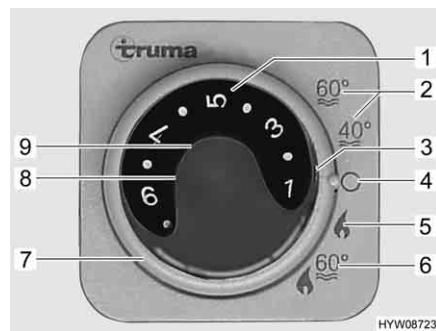

Fig. 140 Centralina di controllo per riscaldamento/boiler
- Impostare la modalità di funzionamento tramite l'interruttore girevole (Fig. 140,7).
Funzionamento invernale A seconda della temperatura ambiente desiderata, il riscaldamento seleziona automaticamente il livello del bruciatore necessario. Al raggiungimento della temperatura ambiente desiderata, il bruciatore si spegne. Durante la modalità di funzionamento "Riscaldamento e boiler" (Fig. 140,6) viene riscaldata anche l'acqua nel boiler. Nella modalità di funzionamento "Riscaldamento senza boiler" (Fig. 140,5) è possibile far funzionare il riscaldamento con il boiler vuoto.
- Impostare la manopola della temperatura (Fig. 140,1) sulla centralina di controllo scegliendo il livello di potenza desiderato.
- Posizionare l'interruttore girevole (Fig. 140,7) su funzionamento invernale "Riscaldamento senza boiler" (Fig. 140,5) o su funzionamento invernale "Riscaldamento e boiler" (Fig. 140,6).
Si accende la spia di controllo verde (Fig. 140,3).
- Posizionare l'interruttore girevole (Fig. 140,7) su "O" (Fig. 140,4).